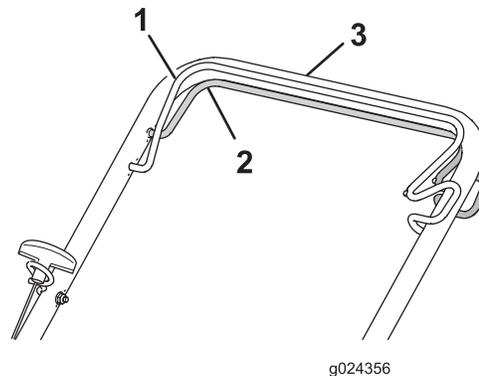

Bild 16
- **Einkuppeln des Selbstantriebs:** Halten Sie den Selbstantriebsbügel gegen den Bügel (Bild 16).